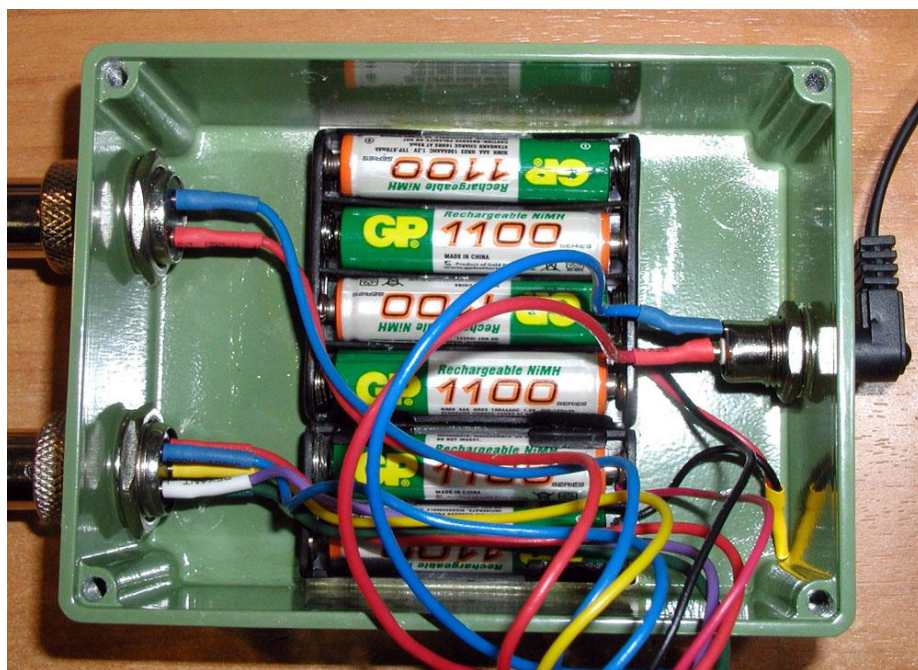

Рис.7 Размещение аккумуляторов прибора
2.4.1. Для замены аккумулятора выключите прибор. Отверните четыре крепежных винта на лицевой панели пульта. Отделите лицевую панель от остальной части корпуса пульта (рис.7).